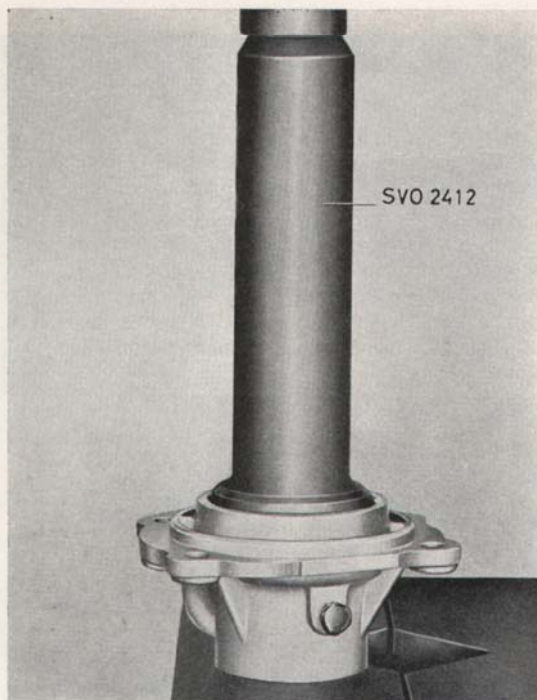

Bild 29. Montering av kullager i bakre lock.
1. Pressa kullagret i bakre locket med dorn SVO 2412, se bild 29, och montera låsringen. Låsringen finns i olika tjocklekar. Välj en tjocklek som helt fyller ut låsringsspåret.
1. Pressa kullagret i bakre locket, bild 29, och montera låsringen. Låsringen finns i olika tjocklekar. Välj en tjocklek som helt fyller ut låsringsspåret.